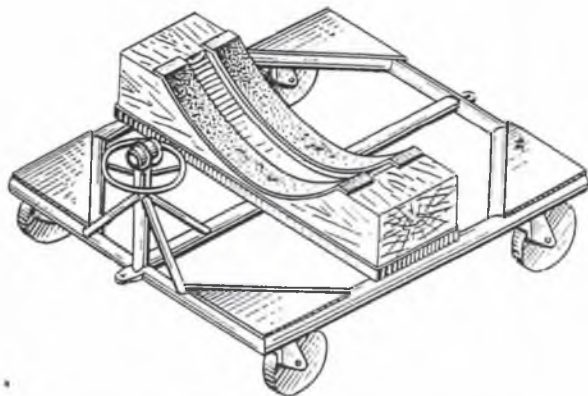

Рис. 80. Тележка для перевозки двигателя
6. Отвести кран вместе с двигателем на заранее подготовленное место и плавно опустить двигатель на пирамиду или тележку (рис. 80).